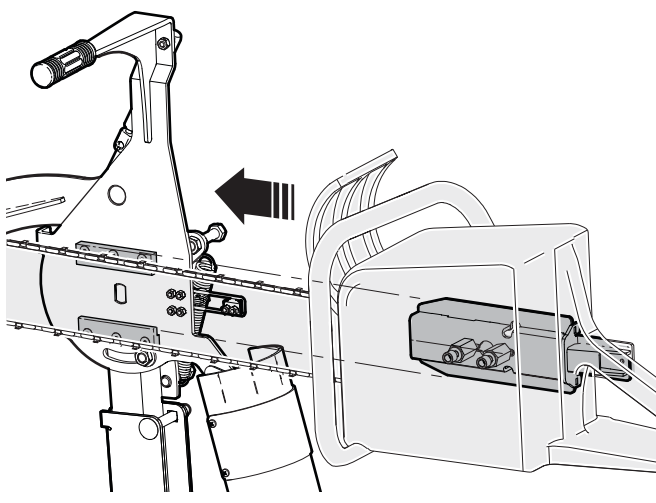

Figure 30 – Mettez la tronçonneuse dans le support pour tronçonneuse
9. Placez la tronçonneuse dans le support. Assurez-vous que l'adaptateur de tronçonneuse se trouve dans les guides du support pour tronçonneuse. Pour plus d'informations, consultez *Figure 30*.